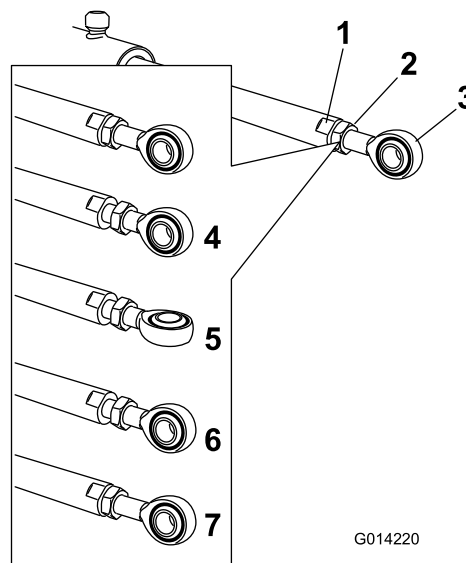

Figure 65
de blocage pour pouvoir ajuster la tige à œillet (Figure 65).
- Tournez la tige à œillet dans la tige du vérin pour raccourcir ou allonger le vérin déployé à la position voulue (Figure 65).